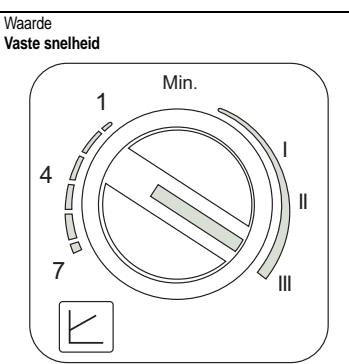

fig. 21
- Waarde Vaste snelheid (fig. 21)